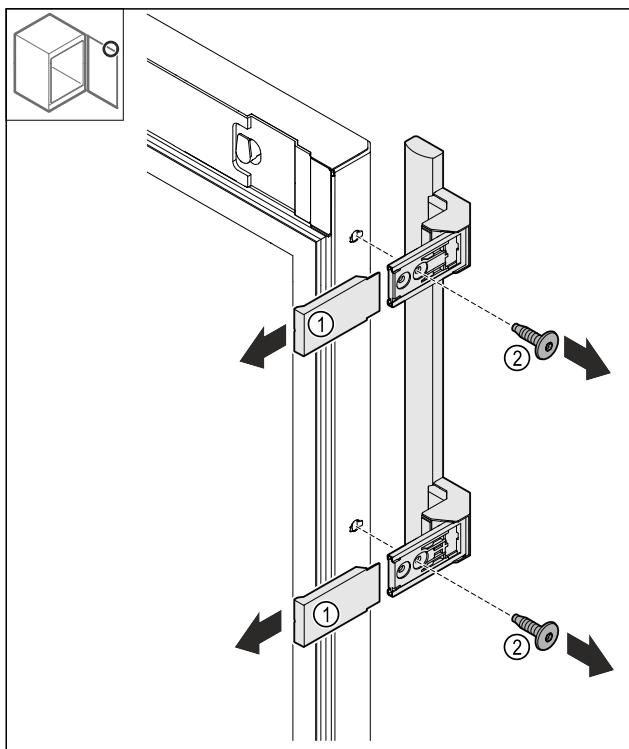

Fig. 25
- 拔下盖板 Fig. 25 (1)。
- 松开螺栓 Fig. 25 (2)。